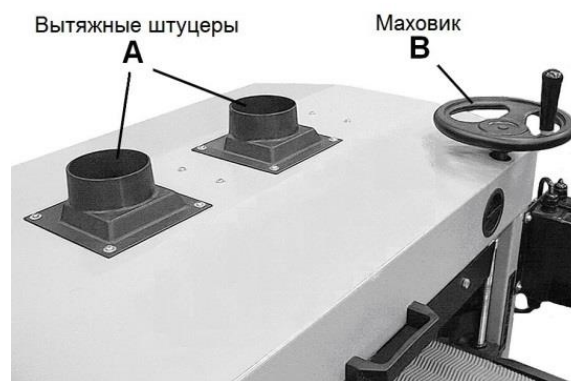

Рисунок 7
3. Узел маховика, используемый для подъема и опускания конвейерного стола, спроектирован для быстрой установки и снятия. Установите узел маховика в отверстие кожуха (Рис. 7) и вращайте его, пока он не зафиксируется на штифтах ходового винта ниже.
Установите два вытяжных штуцера (А) на защитный кожух станка с помощью восьми винтов 5 x 12 мм и восьми плоских шайб (Рис. 7).